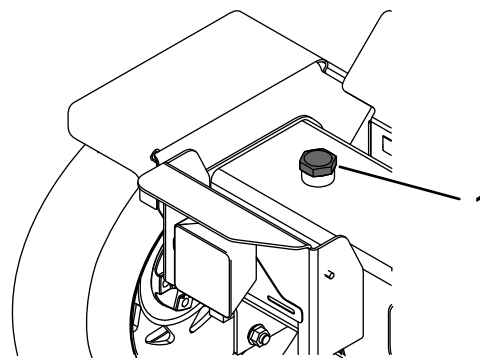

Figura 34
8. Si le niveau est trop bas, retirez le bouchon de remplissage et versez lentement la quantité de liquide hydraulique nécessaire dans le réservoir pour amener le niveau au cran supérieur sur la jauge (Figura 34).